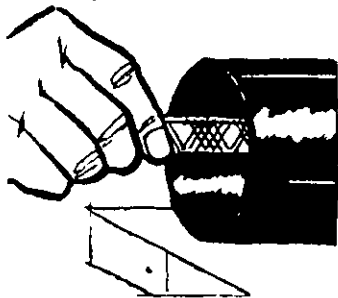

FIGURA R5-20 Rababeado (Cortesía de Mueller Brass Company.)
b. Elimine las rebabas con una rima o una lima media caña, como se ve en la figura R5-20.